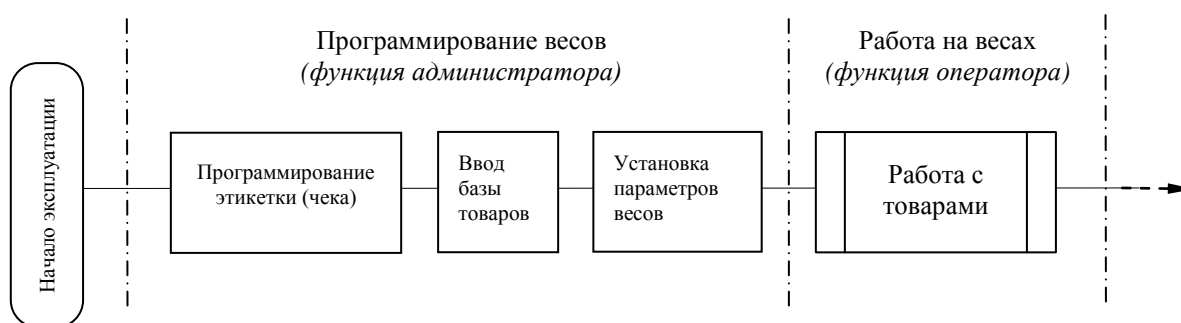

Рис. 2. Основные операции при эксплуатации весов ТВ\_Р3
- непосредственная работа с товарами (см. Рис. 2).